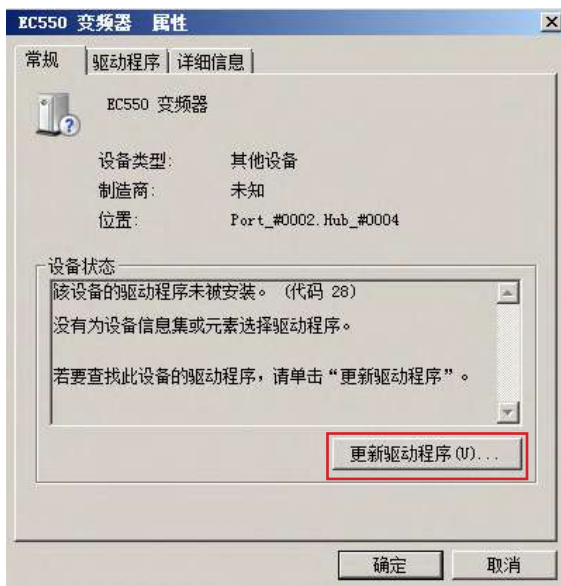

图 13-4 驱动程序属性
(2) 通过上述操作可以出现图 13-4，选择【更新驱动程序】